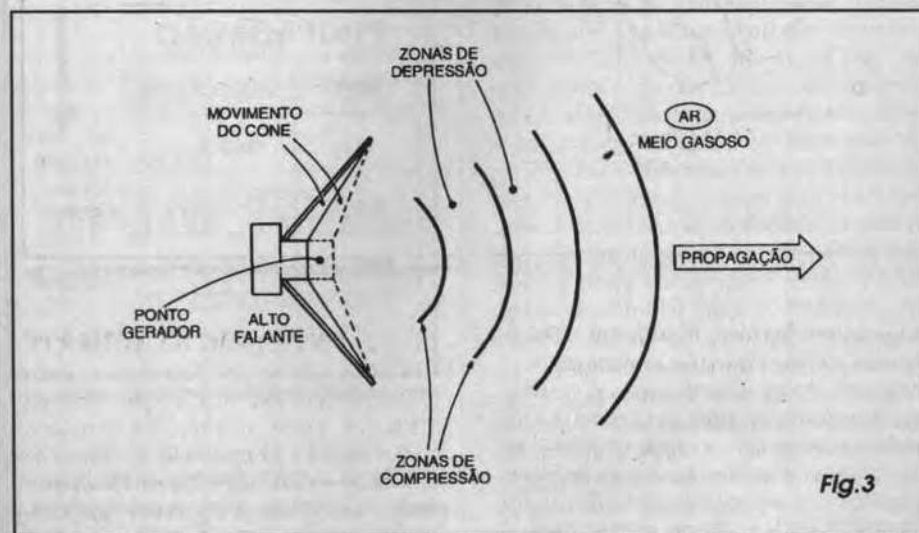

Fig.3
- **FIG. 3 - A PROPAGAÇÃO NUM MEIO GASOSO...** - Já deu pra *sentir* que a propagação dos fenômenos mecânicos ondulatórios exige *elasticidade* do meio... É bom notar que, em qualquer estado no qual se apresente a matéria (sólido, líquido ou gasoso...), **tudo é... elástico**, em maior